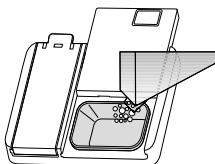

Abb. 24
- ▶ Füllen Sie den Spülmaschinenreiniger in die mit dem Symbol  gekennzeichnete Dosierkammer (6) (siehe **Abb. 24**, Position A).